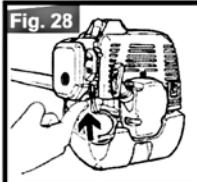
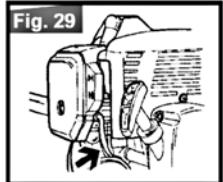

Fig. 28
Fig. 29
3. Pulse repetidamente até o fundo do primeiro bulbo (Fig. 28) até que o combustível regresse ao depósito através do segundo tubo transparente (Fig. 29).